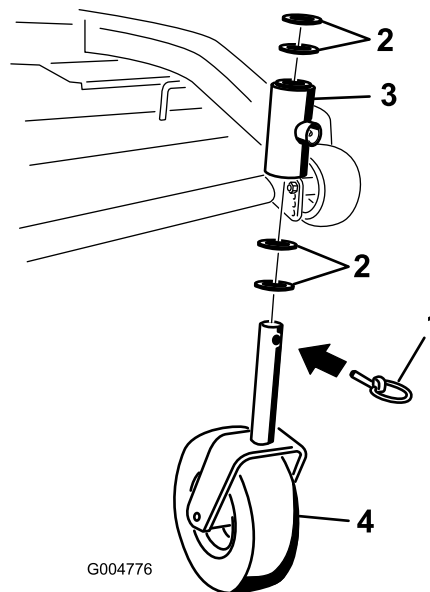

Figure 43
2. Enlevez la goupille de sécurité et la ou les entretoise(s) du haut de la chape de la roue pivotante (Figure 43).
6. Vérifiez l'usure de la chape de la roue pivotante et remplacez-la le cas échéant (Figure 43).
7. Insérez la chape dans les bagues à l'intérieur du tube de montage. Remplacez la ou les entretoise(s) sur la chape et fixez-les avec la bague de retenue (Figure 43).